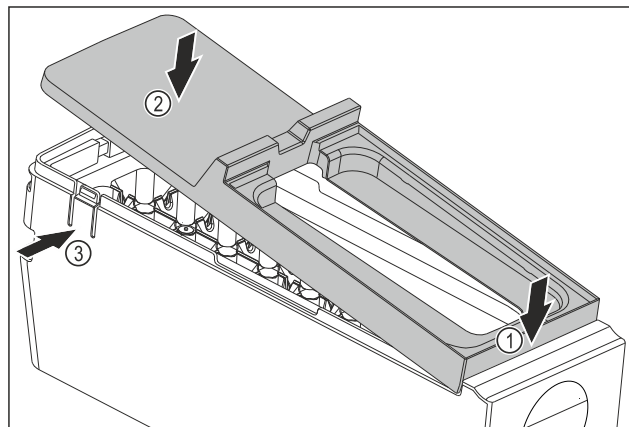

Fig. 294
- ▶ Смонтируйте крышку корпуса EasyTwist-Ice: Установите крышку спереди. Fig. 294 (1)
- ▶ Опустите крышку сзади. Fig. 294 (2)
- ▶ Крышка со щелчком фиксируется в накладках Fig. 294 (3).